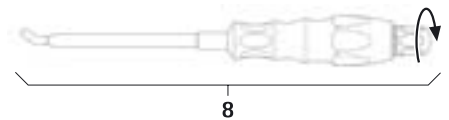

Abb. 8
- Stab-Einsetzinstrument **8** montieren, siehe Abb. 8.